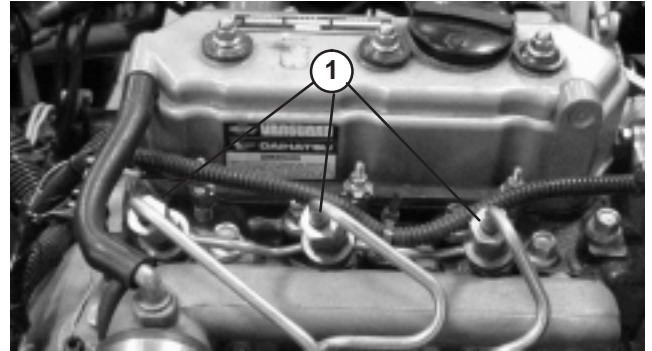

Bild 44
2. Lockern Sie den Leitungsanschluss zur ersten Düse und zu der Halterungsgruppe (Bild 44).